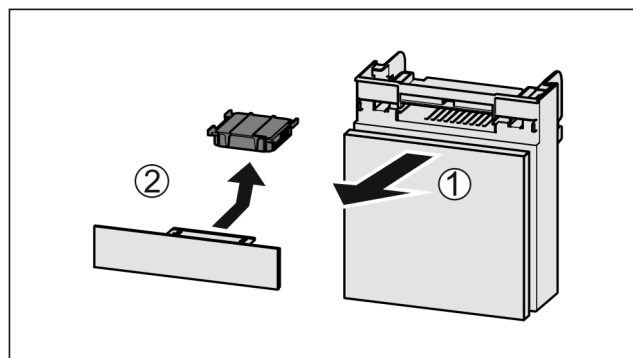

Fig. 72
- Predal izvlecite Fig. 72 (1) naprej.
- Odstranite Fig. 72 (2) aktivni ogljeni filter.